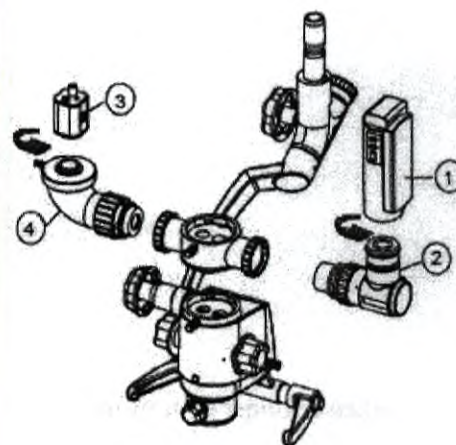

Рис. 30
10.11 Установка CCD камеры и камеры Sony Handy cam (рис. 30):